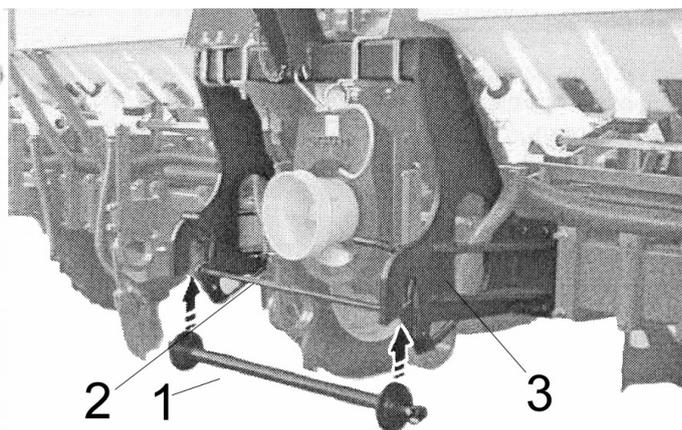

Рис.4
2. Установите на сцепке 3 сеялки штангу 1 (Рис. 4). Поднять навесное устройство до срабатывания блокировки штанги 2 (Рис.4).